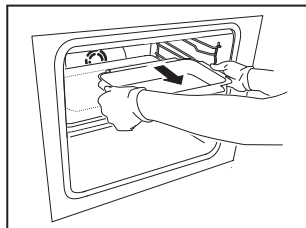

Fig. 2
2. Gebruik vervolgens de zijdelingse grepen om de pan beter vast te pakken en volledig te verwijderen (Fig. 2).